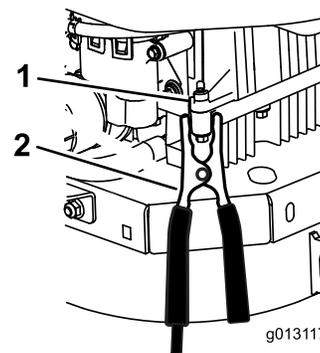

Figure 63
6. **Faites la dernière connexion sur le bloc moteur du véhicule en panne (PAS à la borne négative de la batterie) loin de la batterie et reculez-vous (Figure 63).**